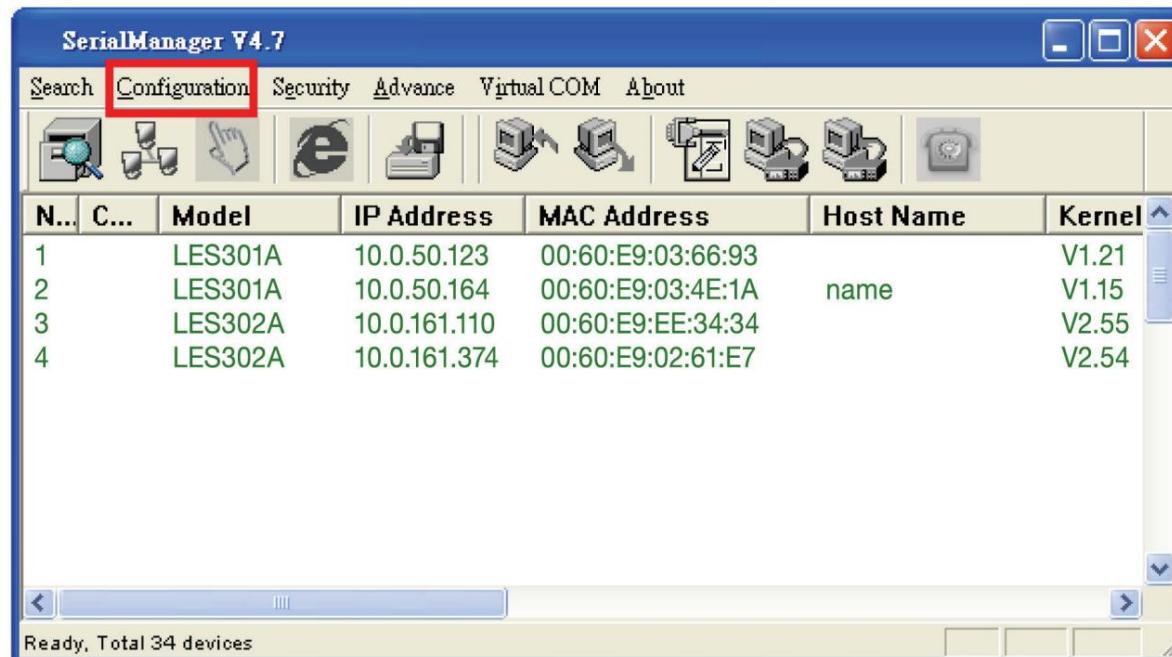
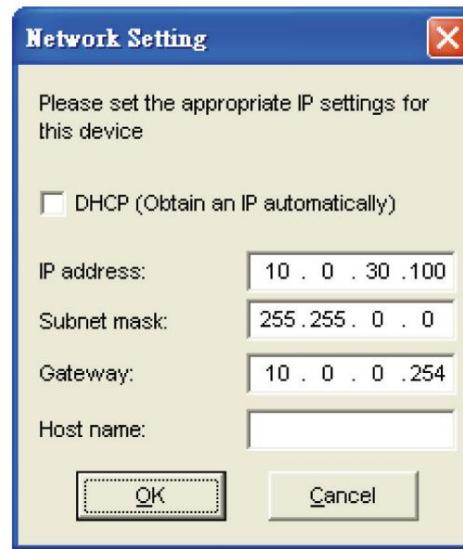

Figura 4-1. Configurar usando o SerialManager.
Figura 4-2. Janela de diálogo de configuração de IP estático.
Use o SerialManager incluído no CD do produto para configurar os parâmetros de rede do LES301A. Clique no botão "Configuração" (veja a Figura 4-1) e insira as informações de IP estático (veja a Figura 4-2).
1. Execute o SerialManager (Figura 4-1).
3. Clique no botão "Config" e a janela de diálogo será exibida (Figura 4-2).